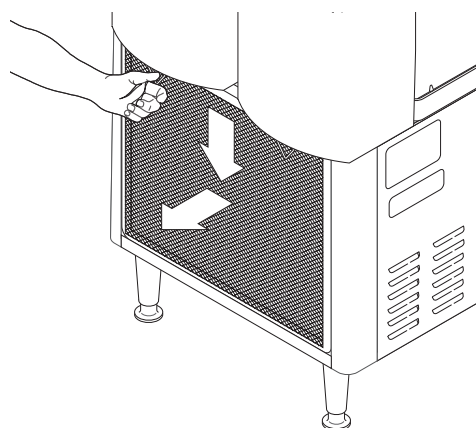

Figura 5
- Quite y limpie el filtro de aire del condensador. Ver Figura 5